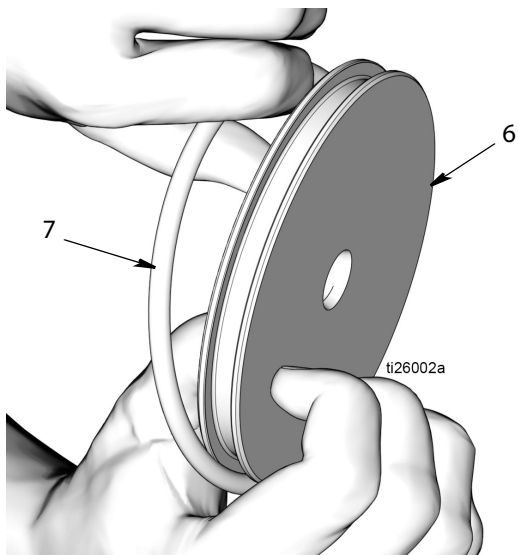

Рис. 21
- д. Извлеките уплотнительное кольцо круглого сечения (7) из поршня (6) (Рис. 21).